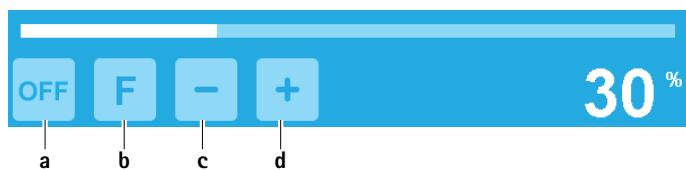

Fig. 7 Ativar bomba de irrigação/função "Flush"
- Ativar bomba de irrigação: Premir tecla para ligação da bomba de irrigação **a**, ver Fig. 7.
- Desativar bomba de irrigação: Premir tecla para desligar a bomba de irrigação **a**, ver Fig. 7.